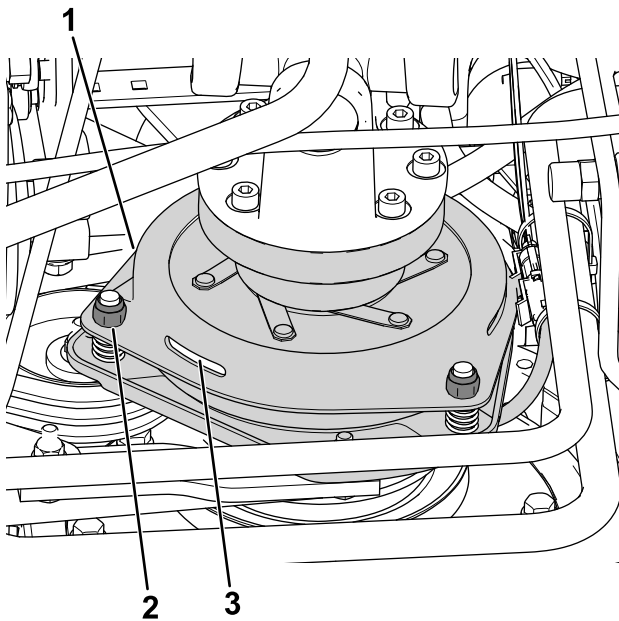

Bild 78
3. Stellen Sie den Abstand so ein, dass eine 0,3 mm Fühlerlehre mit leichtem Druck zwischen die Kupplungsauskleidung und die Bremsscheibe passt (Bild 78).
Hinweis: Drehen Sie die Einstellmutter nach rechts, um den Abstand zu verringern (Bild 78). Der maximale Betriebsabstand beträgt 0,6 mm. Stellen Sie alle drei Luftspalte auf 0,4 mm ein.